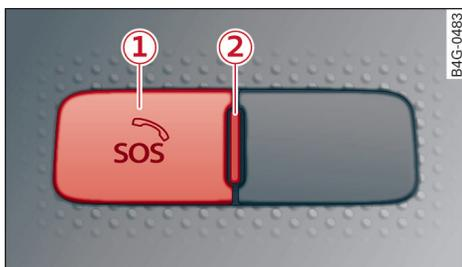

图 224 前天花板：紧急救援呼叫按钮的盖板
可以使用尖头的物体按微型开关启动测试模式。微型开关位于盖子 ① ⇒ 157 页，图 224 后面的紧急救援呼叫按钮旁边的一个角落里。